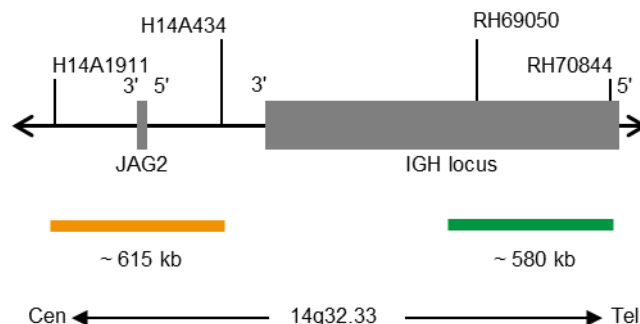

Fig. 1: SPEC IGH Mappa della sonda (non in scala)
- Polinucleotidi (~10.0 ng/ μ l), marcati con ZyGreen (eccitazione 503 nm/emissione 528 nm), le cui sequenze target mappano in 14q32.33* (chr14:106,690,778-107,268,412) distali al punto di rottura di IGH (vedere Fig. 1).
- Polinucleotidi (~4.5 ng/ μ l), marcati con ZyOrange (eccitazione 547 nm/emissione 572 nm), le cui sequenze target mappano in 14q32.33* (chr14:105,296,741-105,909,611) prossimali al punto di rottura di IGH (vedere Fig. 1).